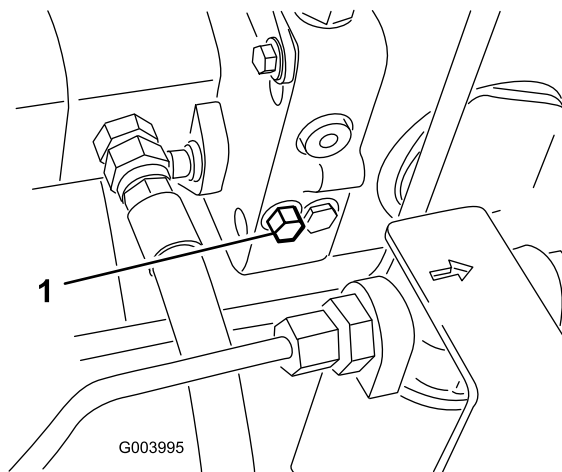

図 56
1. バイパスバルブを右または左11.5回転させると内部でバイパスが形成される 図 56。